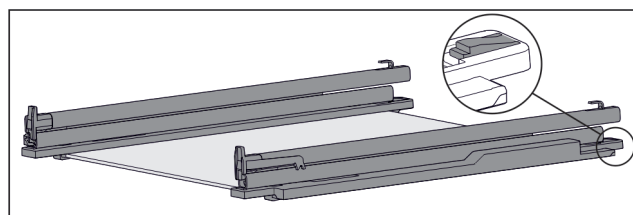

Fig. 154 Staklena ploča s vodilicama i pridržnim dijelovima
- Pridržni dio straga pritisnite prema dolje (pogledajte Fig. 154) u i istovremeno gurnite vodilicu prema otpraga.